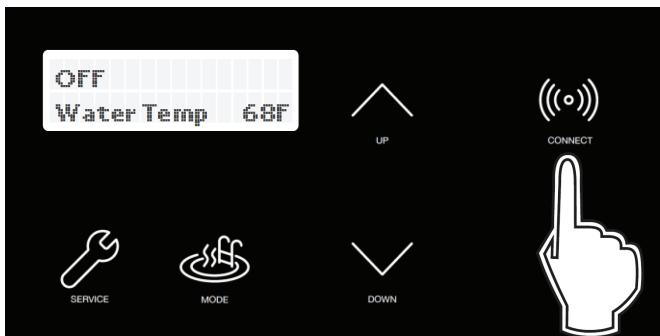

Figure 79. Touche CONNECT
- Tenez-vous près de l'affichage de l'appareil AVIA. Appuyez sur la touche CONNECT, voir **Figure 79.**